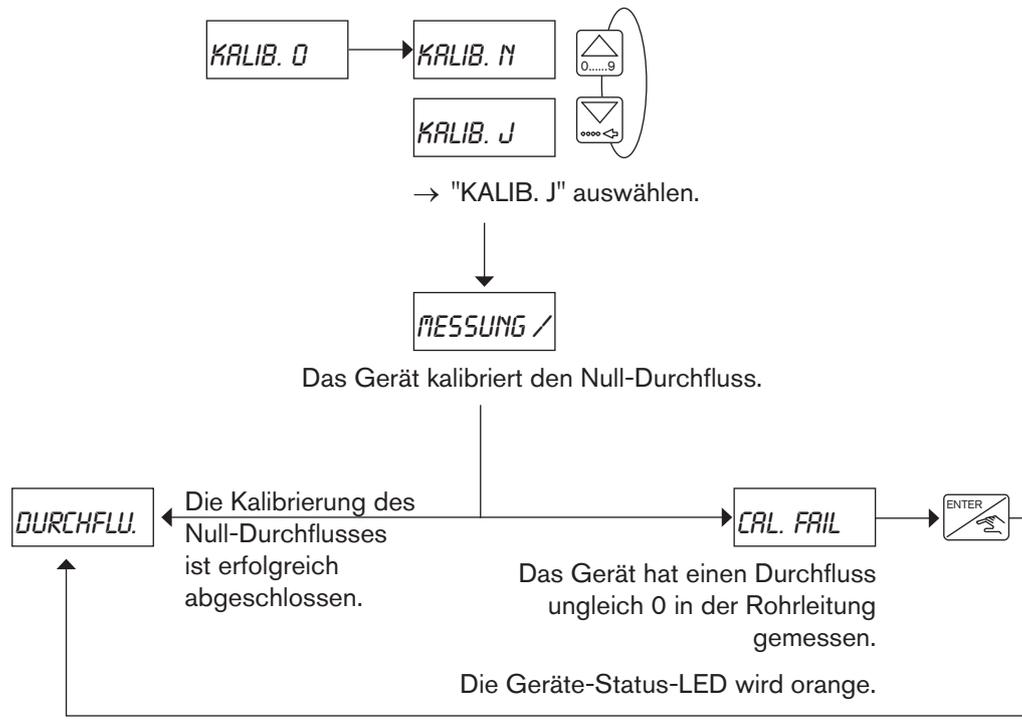

Bild 54: Null-Durchfluss-Kalibrierung mittels der Funktion "CALIB 0" des Testmenüs
- oder mittels dieser Funktion des Testmenüs durchgeführt werden; Siehe Bild 54.